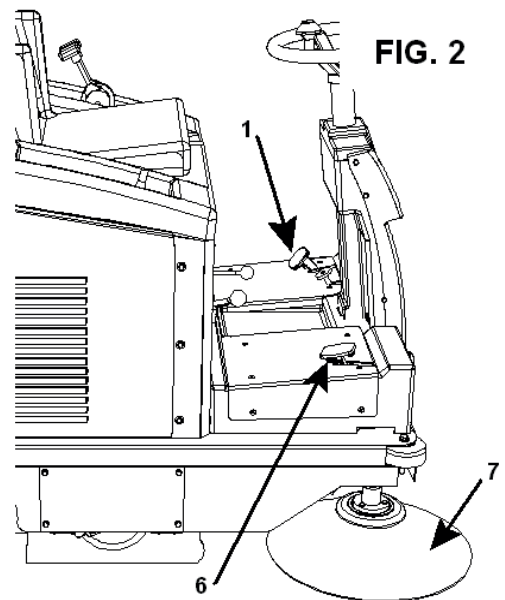

FIG. 2
- 2) Munirsi di un piano inclinato (avente capacità di portata adeguate alla massa della macchina) da mettere aderente al lato stretto del bancale, lungo almeno 1,5 m (per non danneggiare le guarnizioni antipolvere in gomma) e largo 1 m; togliere i legni che circondano le ruote e disinserire il freno di stazionamento **Part. 1 Fig. 2**, premendolo in modo da far scattare la leva di blocco. A questo punto, per i modelli elettrici, è sufficiente spingere la macchina sullo scivolo (operazione da eseguirsi senza persone davanti alla macchina e in un'ampia superficie piana).
A fine operazione di sbalaggio, smontare e conservare i ganci (golfari), e montare la spazzola laterale DX **Part. 7 Fig. 2**, ed eventualmente la spazzola laterale SX.